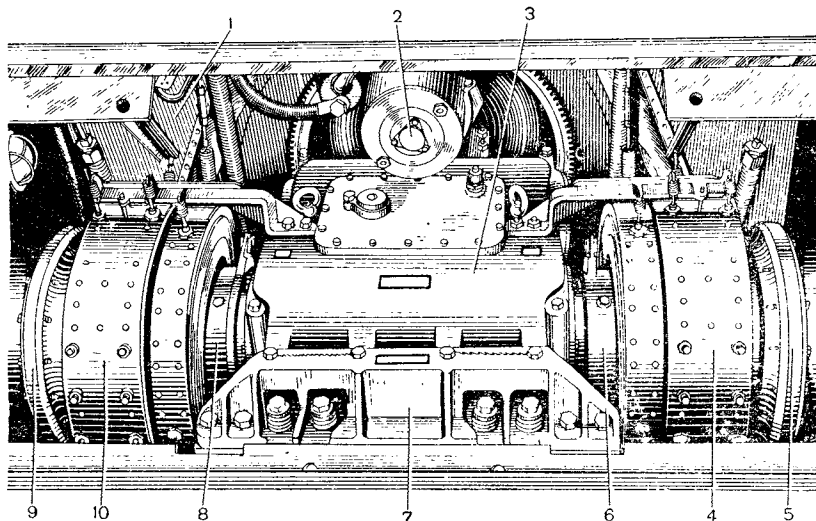

Рис. 9. Отделение силовой передачи:
**Отделение силовой передачи** (рис. 9) расположено в кормовой части корпуса танка и отделяется перегородкой от отделения сило-